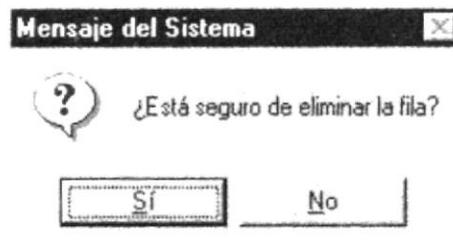

Figura 8.12 Mensaje de Confirmación
- Presione la tecla Supr y aparecerá el siguiente mensaje. Figura 8.12